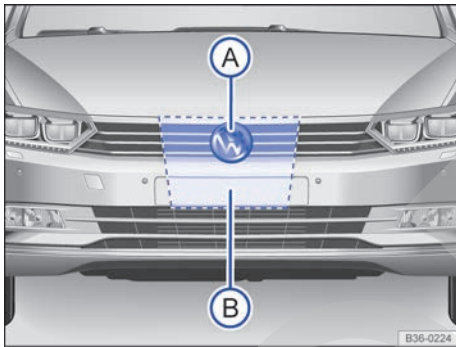

Fig. 175 En la parrilla del radiador, detrás del emblema de Volkswagen: sensor de radar (A) y zona que hay que dejar libre alrededor del sensor de radar (B).
En la parrilla del radiador, detrás del emblema de Volkswagen, va montado un sensor de radar → fig. 175 (A) para captar la situación del tráfico.